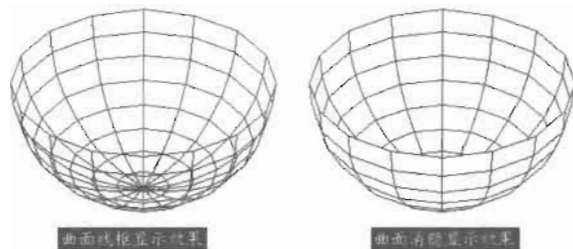

图 13-2
曲面模型是不具有质量或体积的薄抽壳，它除了边界以外还有表面，不透明，能挡住视线，有正反面之分，如图 13-2 所示。
① 没有厚度。曲面模型仅为一空壳，看上去有点像铁丝网（如图 13-2 所示），其实它是一个极薄的面，有顶、有底、还有四周。曲面里是空的，若要在此面上表示一个孔，就得在其顶部和底部各挖一个圆，再用一圆管来表示孔壁才行。
② 对曲面模型执行 Hide（消隐）和 Shademode（着色）命令后，曲面模型能隐藏其后的对象及曲面。而在透明的线框模式下，曲面总是可见的。
③ 在线框模式下，面的边界是可见的（在某些场合可消隐）；若为曲面或圆弧面，可用一些图案来表示。这些图形可能是矩形、夹点、三角形网格或者为一组平行线、射线。用何种图案取决于曲面的形状。
④ 曲面模型在渲染后能被着色和赋予材质，能感受光。这些是仿造物理光学定律，着色的材质产生逼真的 3D 模型图像。